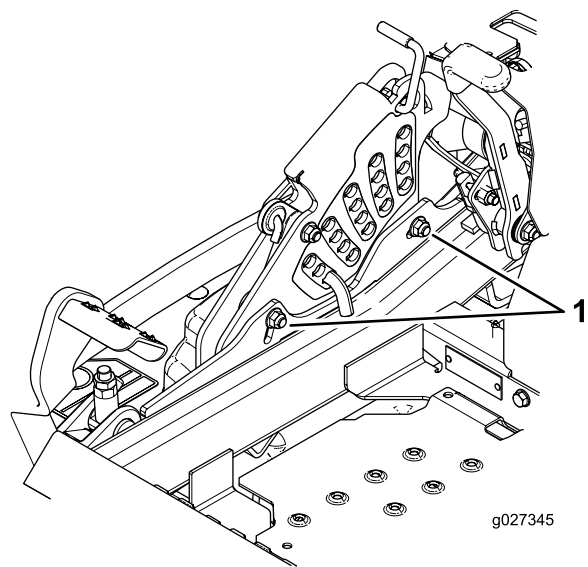

Figura 115
11. Para ajustar um sistema de ponto único, desaperte os 2 parafusos na parte inferior da placa da altura de corte (Figura 115).
13. Aperte os dois parafusos na parte inferior da placa da altura de corte (Figura 115).